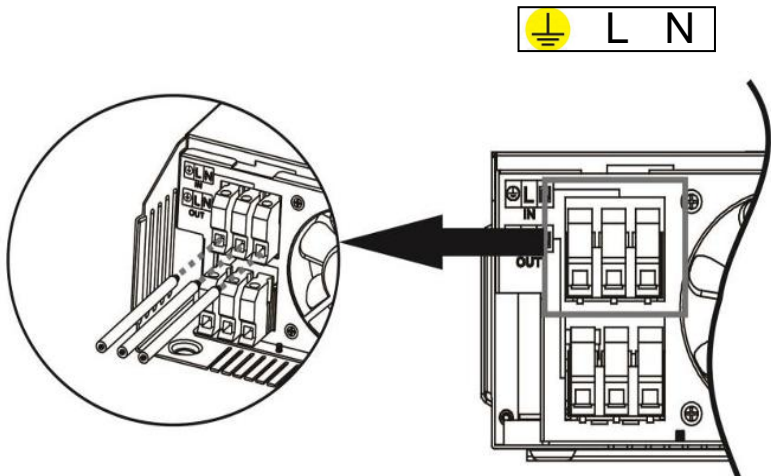

Abb. 5-15 Lage der Klemmanschlüsse AC-Eingang.
- Führen Sie die Leitungsenden durch die entsprechende Bodenöffnung und schrauben die einzelnen Leiter gemäß der Kennzeichnung PE, L, N (Klemmanschluss) an (Abb. 5-15). Das aufzubringende Drehmoment entnehmen Sie auch der Tabelle oben.